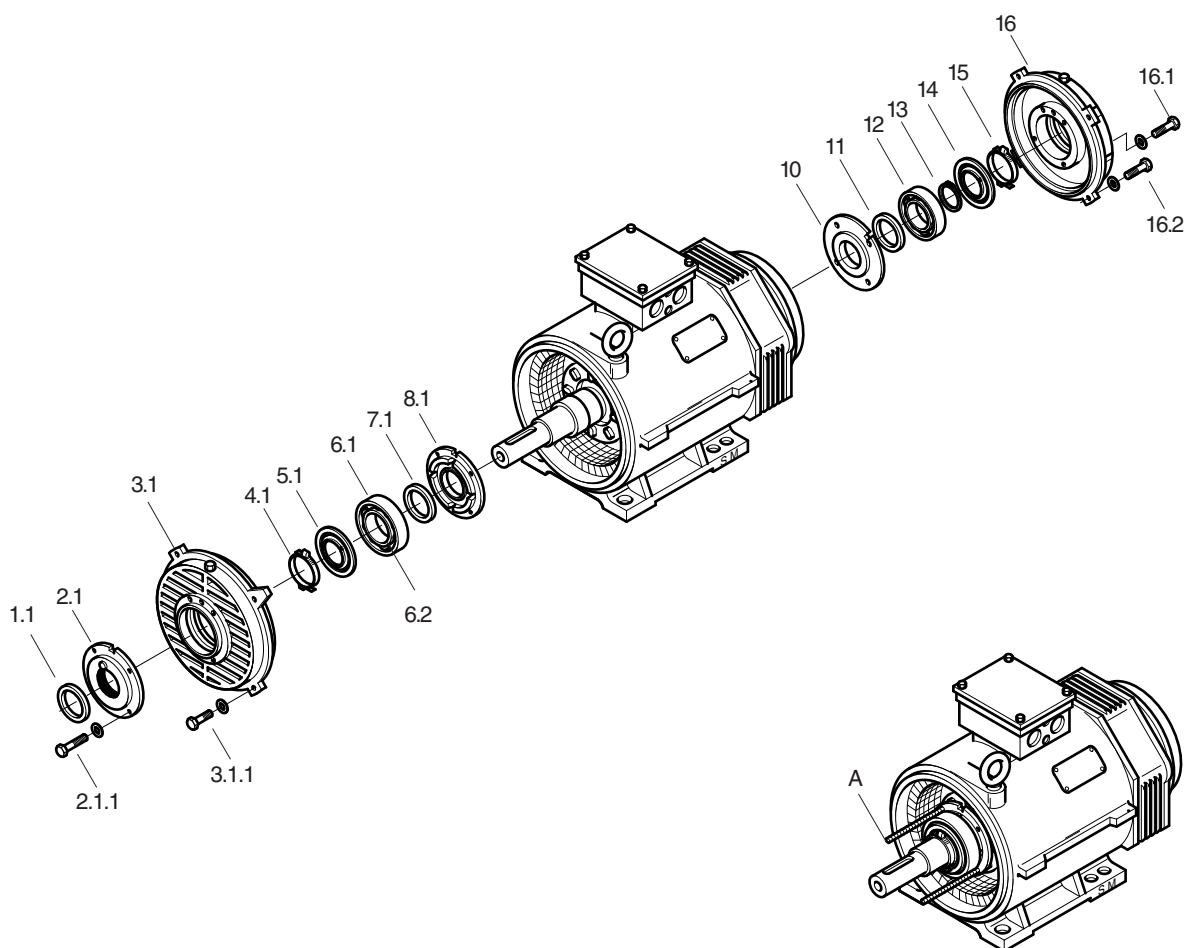

Figura 14: Substituição do mancal AH180 a AH315
5.5.3 Desmontagem no caso de mancal de rolos cilíndrico do lado do accionamento (→ Figura 14) (para mancal ranhurado de esferas do lado contrário, ver 5.5.1)
5.5.4 Montagem no caso de mancal de rolos cilíndrico do lado do accionamento (→ Figura 14) (para mancal ranhurado de esferas do lado contrário, ver 5.5.2)